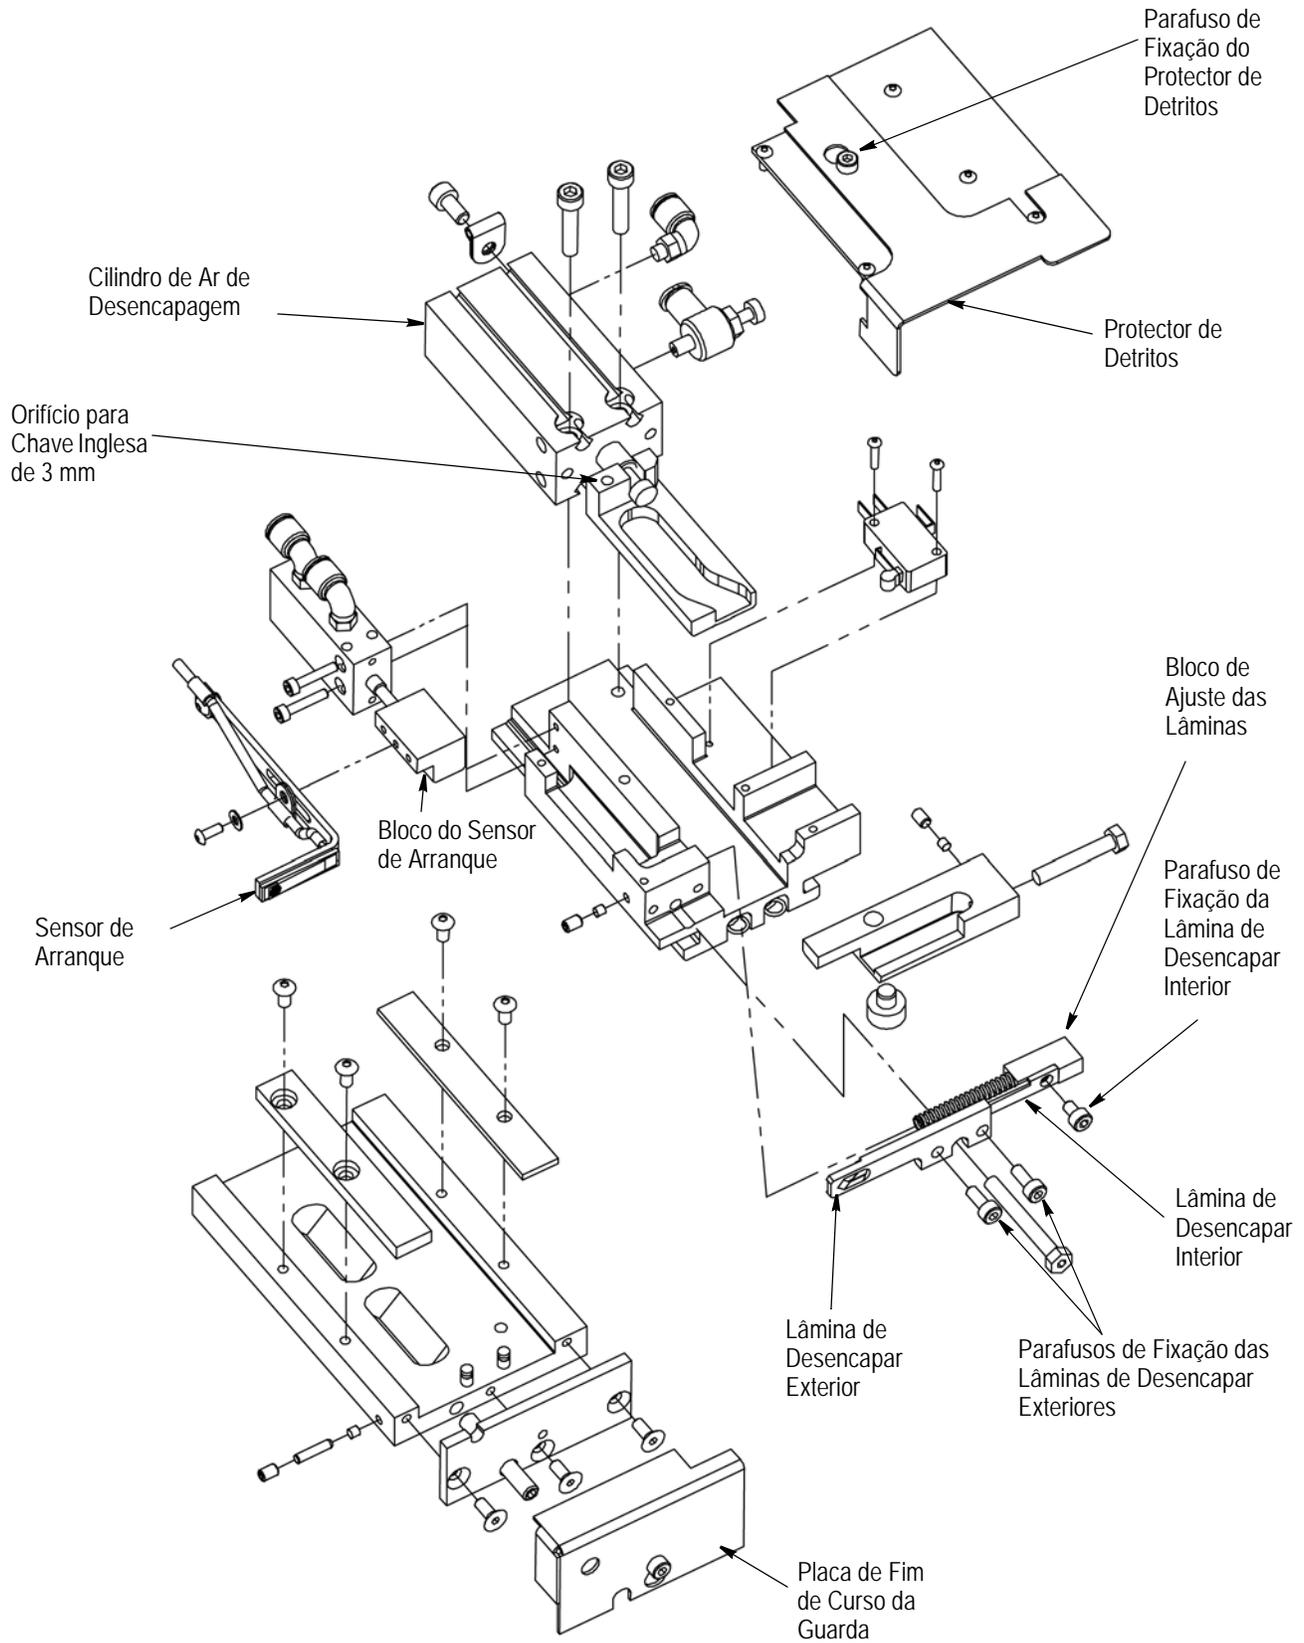

Figura 17
9.1. Substituição das Lâminas de Desencapar (Figura 17)
9.2. Substituição da Unidade do Sensor de Arranque (Figura 17)